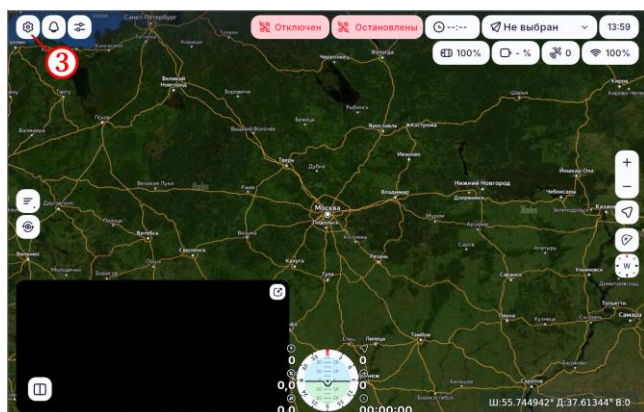

Рисунок 11
- в главном окне ПО нажать на кнопку  (рисунок 11, шаг 3);